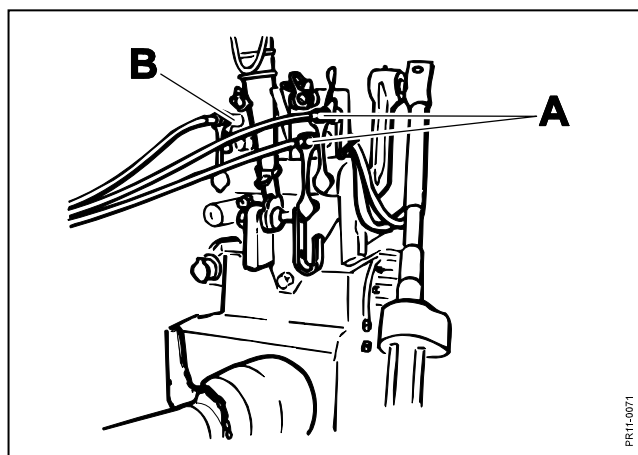

Fig. 2-6
**Fig. 2-6** Die Hydraulikschläuche für die Umstellungszyylinder an den doppelt wirkenden Anschluss **A** anschließen. Die Schläuche der Hybzyylinder an einen einzeln wirkenden Anschluss **B** an den Schlepper anschließen.